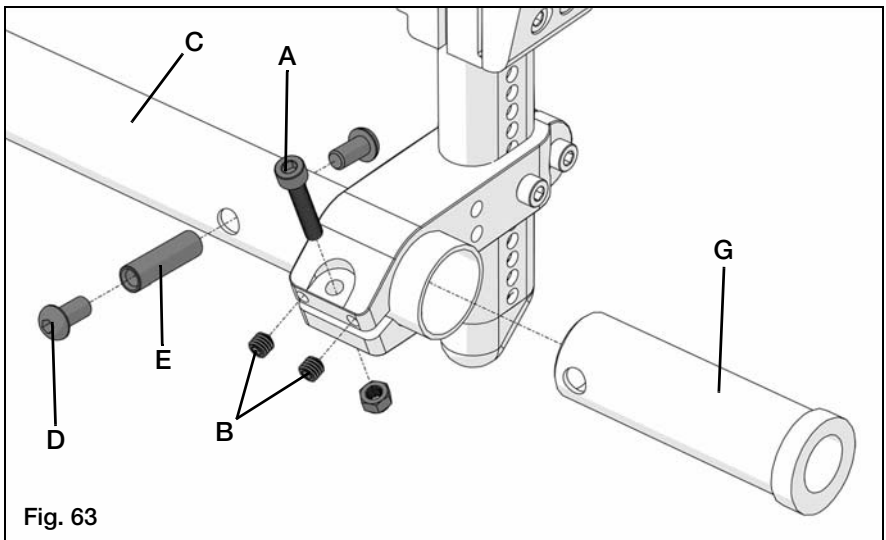

Fig. 63
- b. Utilizando dos llaves hexagonales de 4mm (Allen), retire los tornillos con cabeza plana de 6mm (Fig. 63:D).
- c. Suavemente presione el tambor roscado con el tornillo restante (Fig. 63:E) a través del tubo camber, utilizando una llave hexagonal (Allen).
- d. Utilizando una llave hexagonal de 4mm y una llave de 8mm, afloje el tornillo de 5mm (Fig. 63:A) para liberar la abrazadera.
- e. Utilizando una llave hexagonal de 2.5mm, afloje los tornillos (Fig. 63:B).
- f. Deslice el adaptador de camber (Fig. 63:G) desde el extremo final del tubo camber (Fig. 63:C).